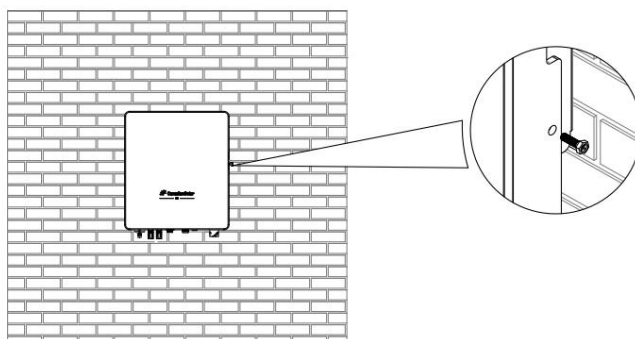

FIG. 6-10 Conserte ambos os lados do inversor
2) Use dois parafusos de segurança para fixar ambos os lados do inversor para garantir que o inversor fique firmemente fixado na parede, conforme FIG. 6-10.